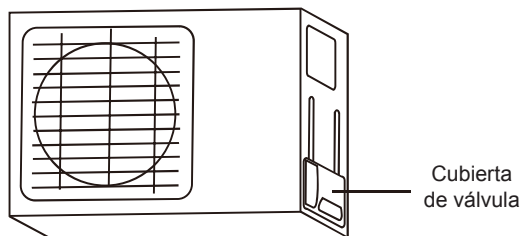

Fig. 6.9
1. Destornillar la cubierta de la válvula de embalado a un lado de la unidad exterior. (ver. Fig.6.9)